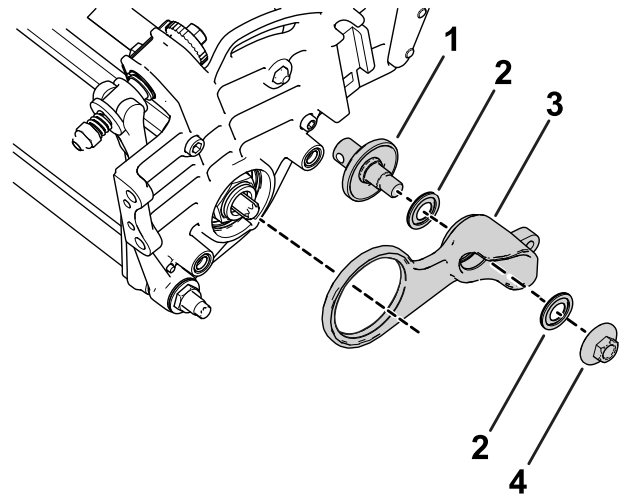

図 10
1. 図 10 に示すようにアイドルアセンブリに付属部品を組み付ける。